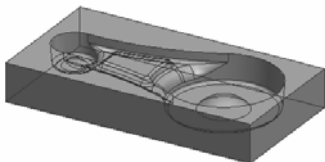

图 3-66 拾取的加工轮廓
1) 完成加工参数设置后,单击“确定”按钮,系统在界面的左下方提示“拾取加工对象”,直接拾取连杆凹模的实体表面,单击右键结束拾取,如图 3-66 所示。